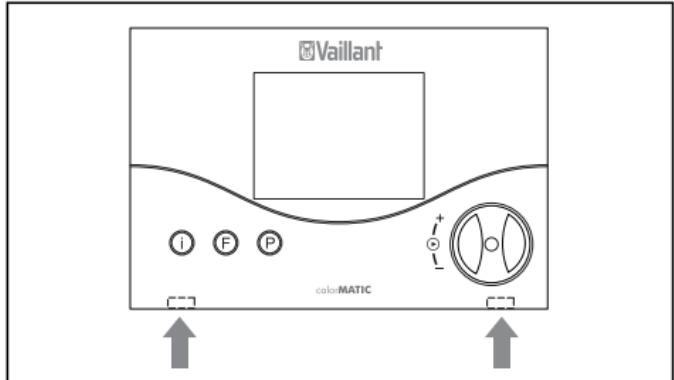

Fig. 4.1 Desbloquear las pestañas
- Presione las pestañas con cuidado utilizando un destornillador, desplácelas a un lado (Fig. 4.1) y saque el regulador hacia adelante.